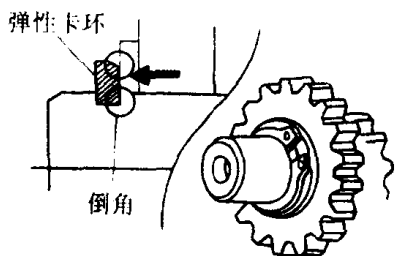

图 1-3 弹性卡环的安装
15. 在装配弹性卡环时，有倒角的一面应朝向有负荷的那一侧，如图 1-3 所示。弹性减弱的卡环不能再次使用。安装之后应转动弹性卡环，确认其确实安装在卡环槽内。